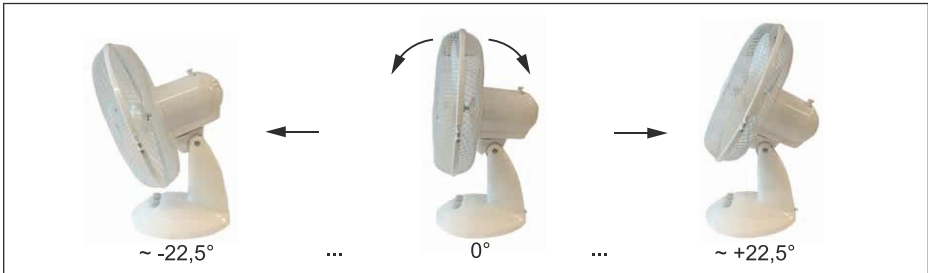

Fig.103: Ställa in lutningsvinkeln
4. Luta fläkten i den vinkel som du vill att luften ska blåsa. Se bild 103.